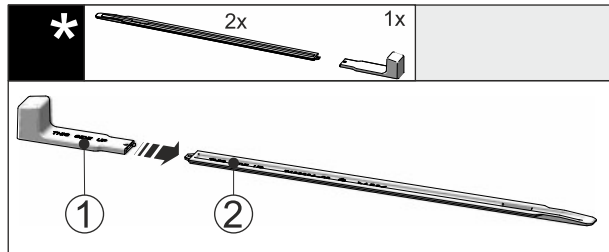

Fig. 49
- Dugja rá a szerelőfogantyút Fig. 49 (1) a szintezősínre Fig. 49 (2).